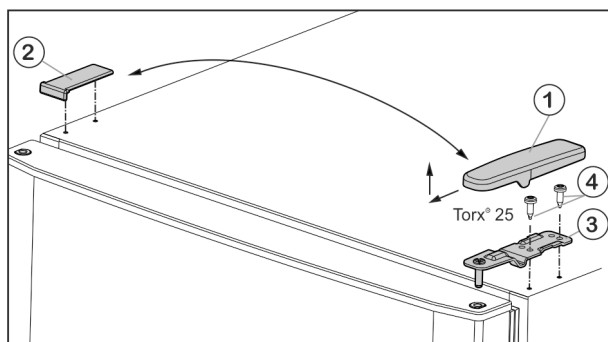

Fig. 5
- ▶ Pokrov Fig. 5 (1) snemite s potegom naprej in navzgor.
- ▶ Dvignite pokrov Fig. 5 (2).
- ▶ Odvijte zgornji ležajni podstavek Fig. 5 (3) (2 krat Torx® 25) Fig. 5 (4) in ga s potegom navzgor snemite.
- ▶ Zgornji ležajni podstavek *Fig. 5 (3)* vstavite na vrata na novi strani s tečaji.
- ▶ Zgornji ležajni podstavek **trdno (s 4 Nm)** privijte (2-krat Torx® 25) *Fig. 5 (4)*. Po potrebi uporabite akumulatorski izvijač.
- ▶ Pokrov *Fig. 5 (1)* na nasprotni strani od zunaj namestite in pripnite.
- ▶ Pokrov *Fig. 5 (2)* na nasprotni strani tudi od zgoraj namestite in pripnite.